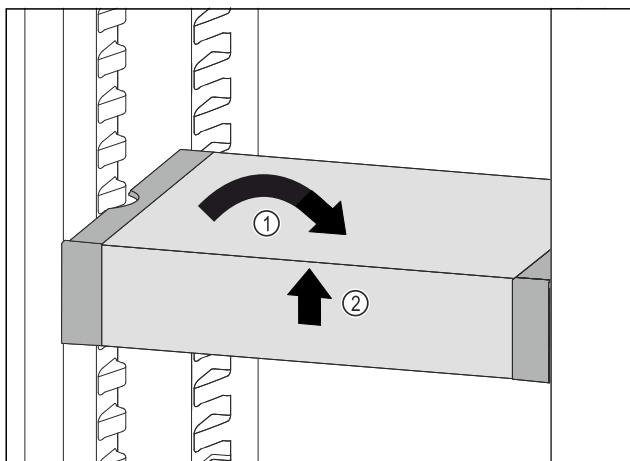

Fig. 128
- VarioSafe ustawić prosto. Fig. 128 (1)
- VarioSafe unieść z przodu. Fig. 128 (2)